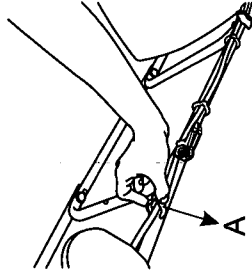

Рис. 9
4. Закріпіть електричний провід за допомогою затискачів кабелю (рис. 9)